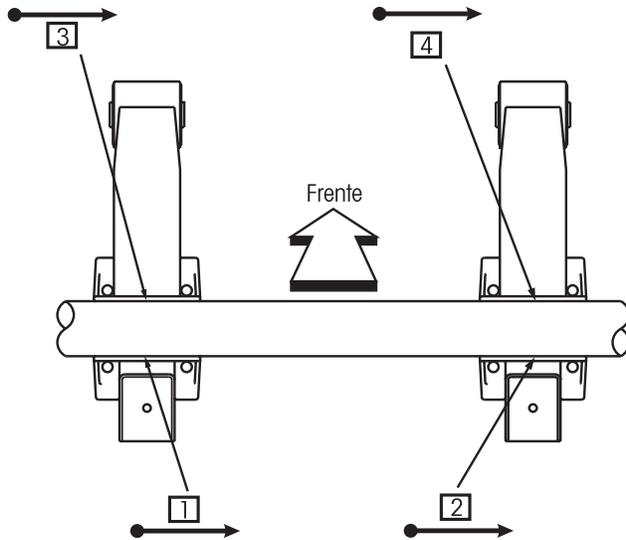

Figura 7: Secuencia de Soldadura de raíz
1. Inicie por la parte trasera de la conexión del asiento/eje, coloque **cuatro cordones de soldadura de raíz sencilla**, Figura 7.